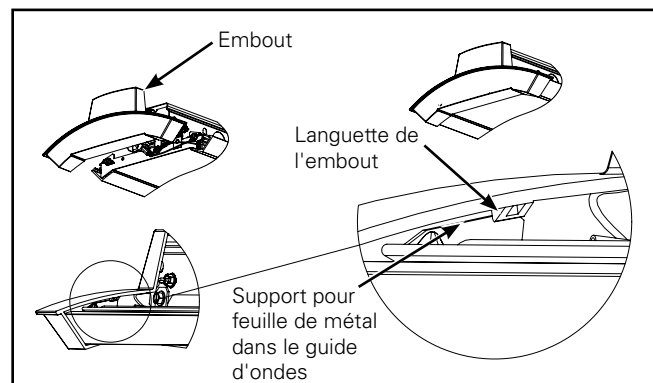

Figure 7.
7. Retirez la pellicule protectrice du guide d'ondes. Retirez les embouts de la boîte de pièces, fixez les embouts au luminaire. Repliez le faisceau de câblage et le fil de sécurité lors de l'installation. Les languettes des embouts doivent s'insérer complètement dans le support en métal. (Figure 7.)